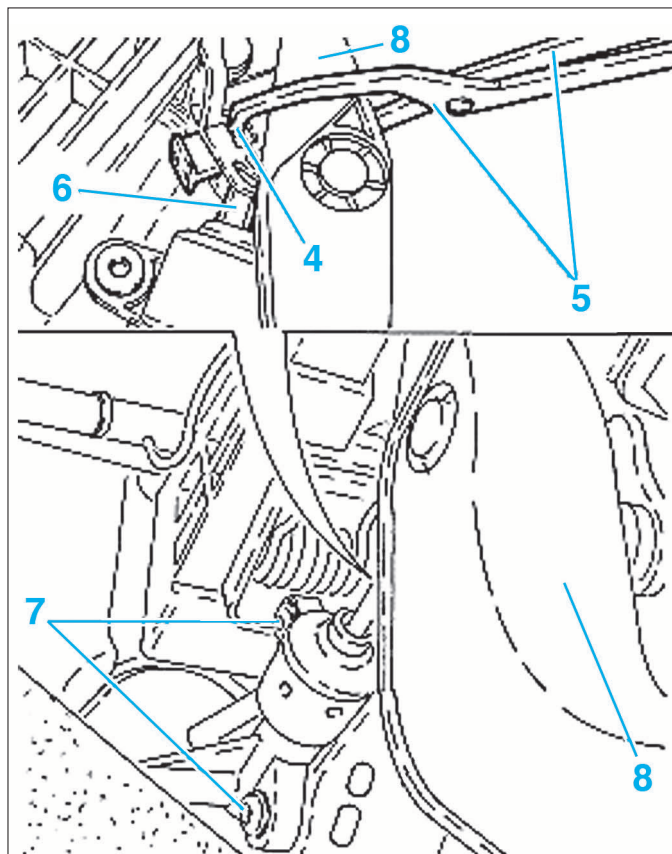

FIG. 3
la pédale, la tige (6) du maître émetteur d'embrayage (Fig.3).
- Déposer les 2 vis de fixation (7).